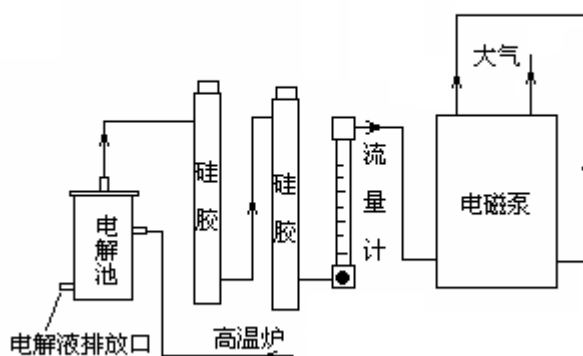

图 3 系统气路示意图
6. 空气净化装置：该部分由电磁泵、空气流量计（0--1000 毫升/分）、干燥器等组成，该系统联接如图 3 所示：